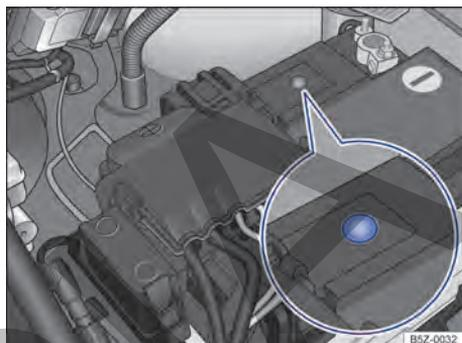

Fig. 172 En el compartimento del motor: ejemplo de posición del visor en el lado superior de la batería del vehículo.
- El visor redondo → fig. 172 en la parte superior de la batería del vehículo cambia de color dependiendo del nivel del electrolito.